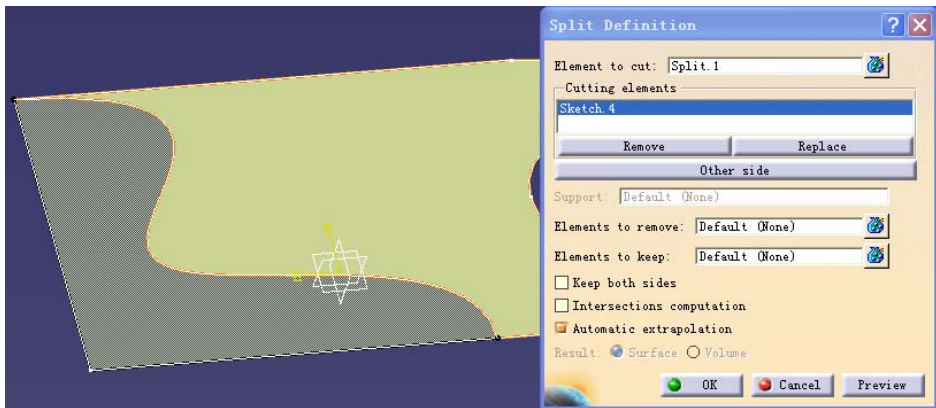
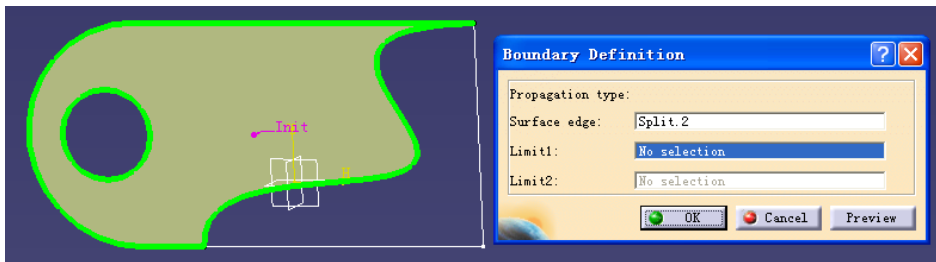

图 9-7
图 9-8
(3) 进入 xy plane, 用 spline 画曲线后退出, 点击 。Element to cut 栏中用鼠标选平面, Cutting Elements 栏中鼠标选曲线, 选择 Other side 时删除面发生变化(见图 9-7)。
显示领域的命令 。图 9-7 中按该键时, 显示领域(见图 9-8)。